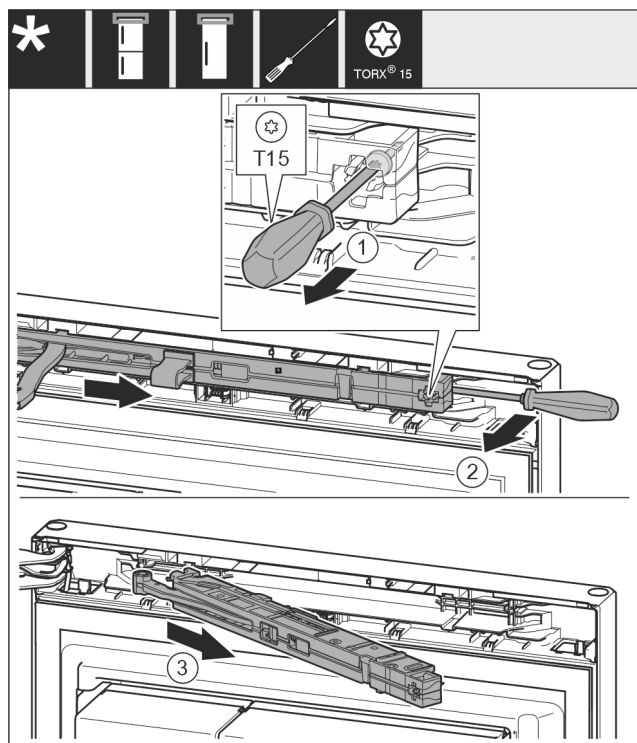

Fig. 12
- Vijak Fig. 12 (1) na jedinici prigušivača zatvaranja otpustite odvijačem 14 mm.
- Jedinicu prigušivača zatvaranja Fig. 12 (2) podignite odvijačem prema gore na strani ručke.
- Izvucite jedinicu prigušivača zatvaranja Fig. 12 (3).